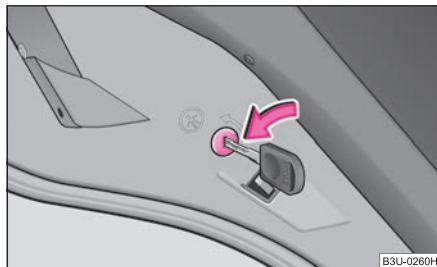

Fig. 21 Sicurezza bambini sulle porte posteriori
- Ruotare con la chiave la fessura nella porta posteriore nel senso della freccia ⇒ fig. 21.